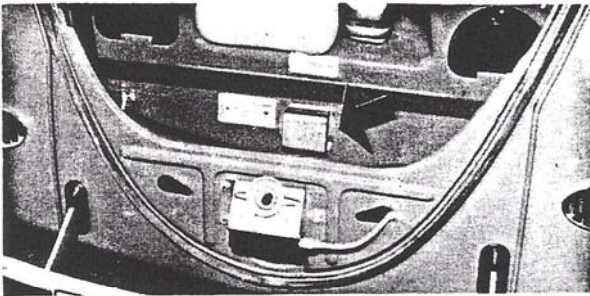

Bild 11
13. Ersatzrad herausnehmen. Mittlerer Deckel für Versteifungsblech abnehmen und dafür Lufteinströmrohr einsetzen und festschrauben (Bild 11).